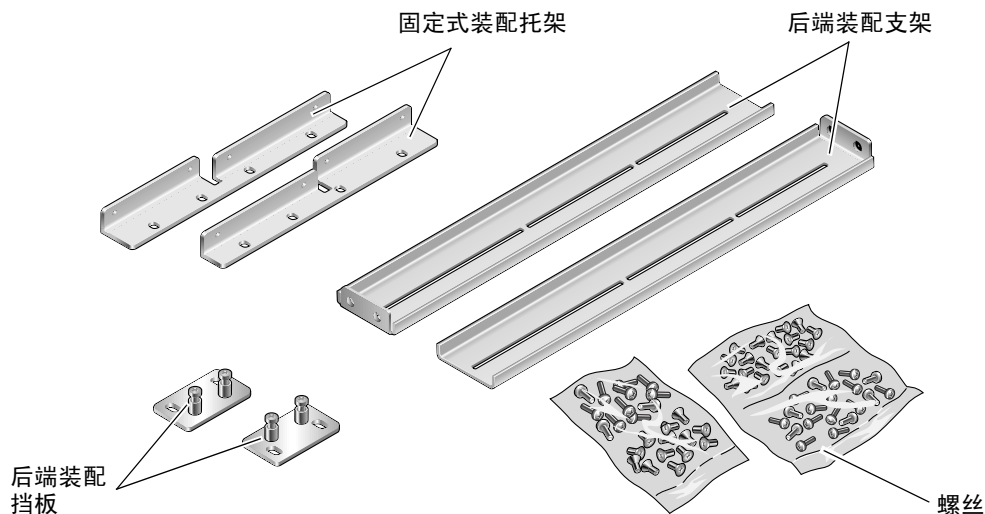

图 3-1 19 英寸四柱机架固定式装配套件中的物品
1. 从机架套件中取出前端固定式装配托架（图 3-1）。
4. 从机架套件中取出两个后端装配支架（图 3-1）。
8. 从机架套件中取出两个后端装配挡板（图 3-1）。